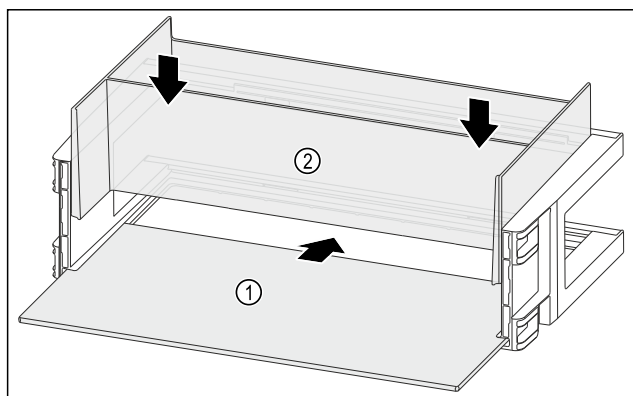

Fig. 135
- Insérer la tablette de rangement Fig. 135 (1) dans les évidements latéraux.
- Installer l'Organizer Fig. 135 (2).